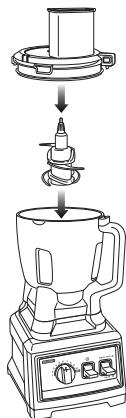

Fig. 20
- 4 En tenant l'arbre du jeu de la lame à hacher, insérez celle-ci dans le pignon d'entraînement cannelé du bol. Assurez-vous que l'accessoire est bien logé et repose sur le pignon d'entraînement cannelé en position verticale. (Fig. 20)
- 5 Ajoutez les ingrédients et fixez le couvercle sur le bol. (Fig. 20)